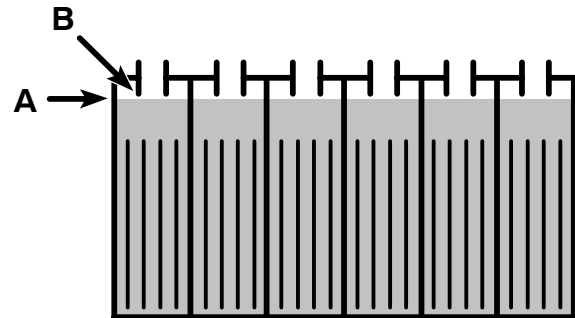

FIG. 32
7. Batteries plomb-acide : après le chargement, vérifiez le niveau d'électrolyte (A) des batteries. Le niveau doit se trouver environ à .375 in / 1 cm du bord inférieur de l'orifice de remplissage (B) (Figure 32). Ajoutez de l'eau distillée si nécessaire. **NE REMPLISSEZ PAS TROP.**